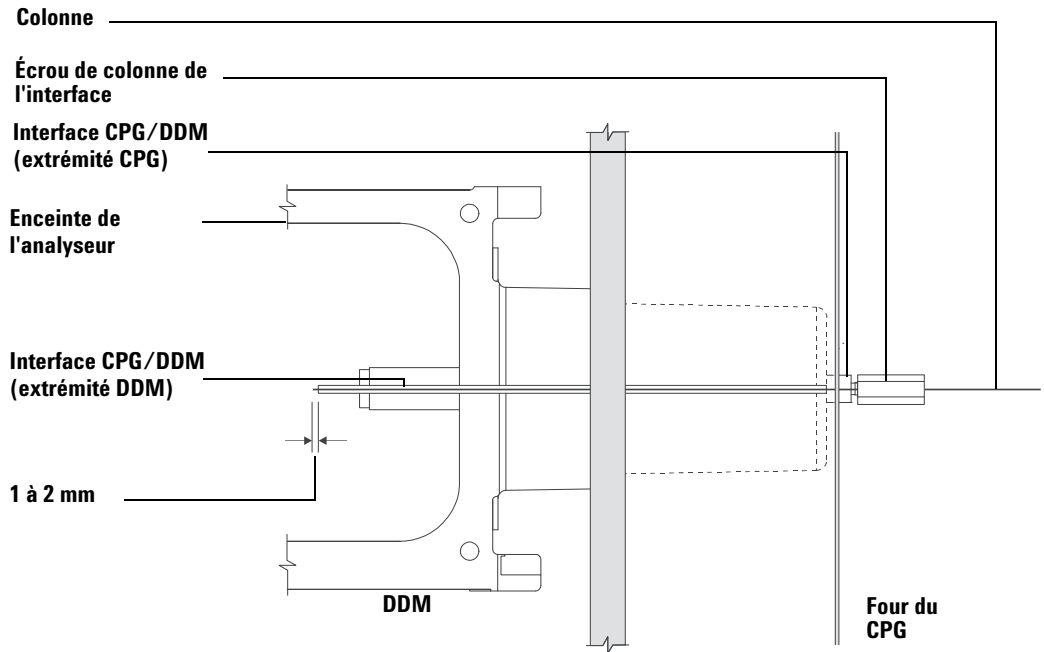

Figure 9 Installation d'une colonne capillaire dans l'interface CPG/DDM
- 5 Enfiler la colonne dans l'interface CPG/DDM (Figure 9) jusqu'à ce qu'on puisse la tirer du côté enceinte de l'analyseur.